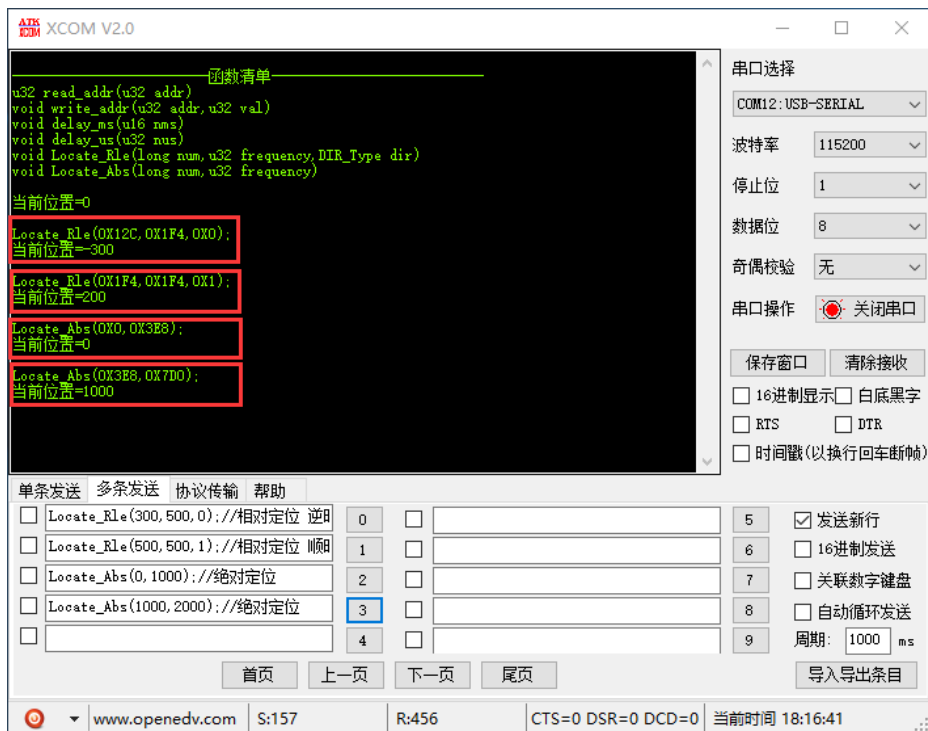

图 5.3.3 串口调用现象
3) 点击发送条目后边的数字就可调用该函数，这儿的相对的定位函数 `Locate_Rle` 最后一个参数用于设置电机旋转方向的，0（CCW）表示逆时针方向，1（CW）表示顺时针方向，实验时，如果电机旋转方向和设置方向相反，只需更改 `driver.h` 下的 `CW=0, CCW=1`；每调用一次函数，串口打印当前的位置。然后我们依次调用这 4 个函数，根据串口的打印，可以看到当前位置的变化情况，如图 5.3.3 所示：